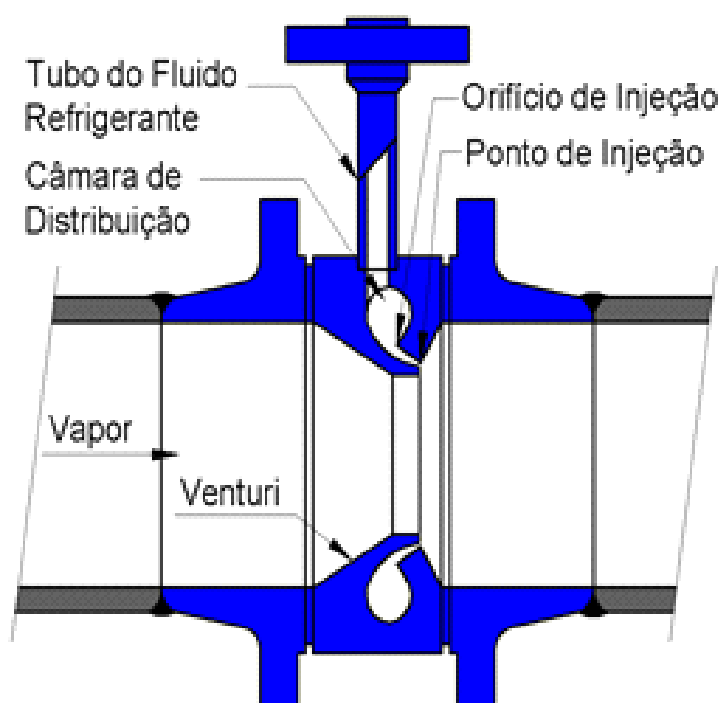

Figura 1 - Dessuperaquecedor Série DAC
1. PRINCÍPIO DE FUNCIONAMENTO (FIGURA 1)